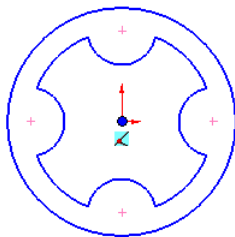

图 2.11.14 插入块
Step2. 插入块。选择下拉菜单 **工具(T)** → **块** → **插入(I)...** 命令,系统弹出“插入块”对话框;单击 **浏览(B)...** 按钮,在系统弹出的“打开”对话框中选择 D:\sw15\work\ch02.11\Block.SLDBLK,然后单击 **打开(O)** 按钮,在图形区原点上单击以放置块,如图 2.11.14 所示。